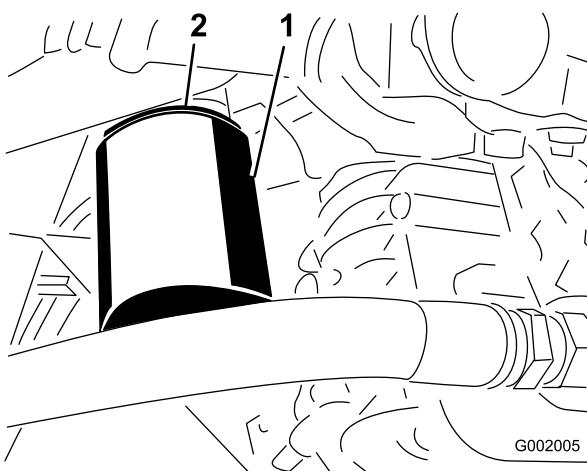

Figura 68
- Retire el filtro (Figura 68).